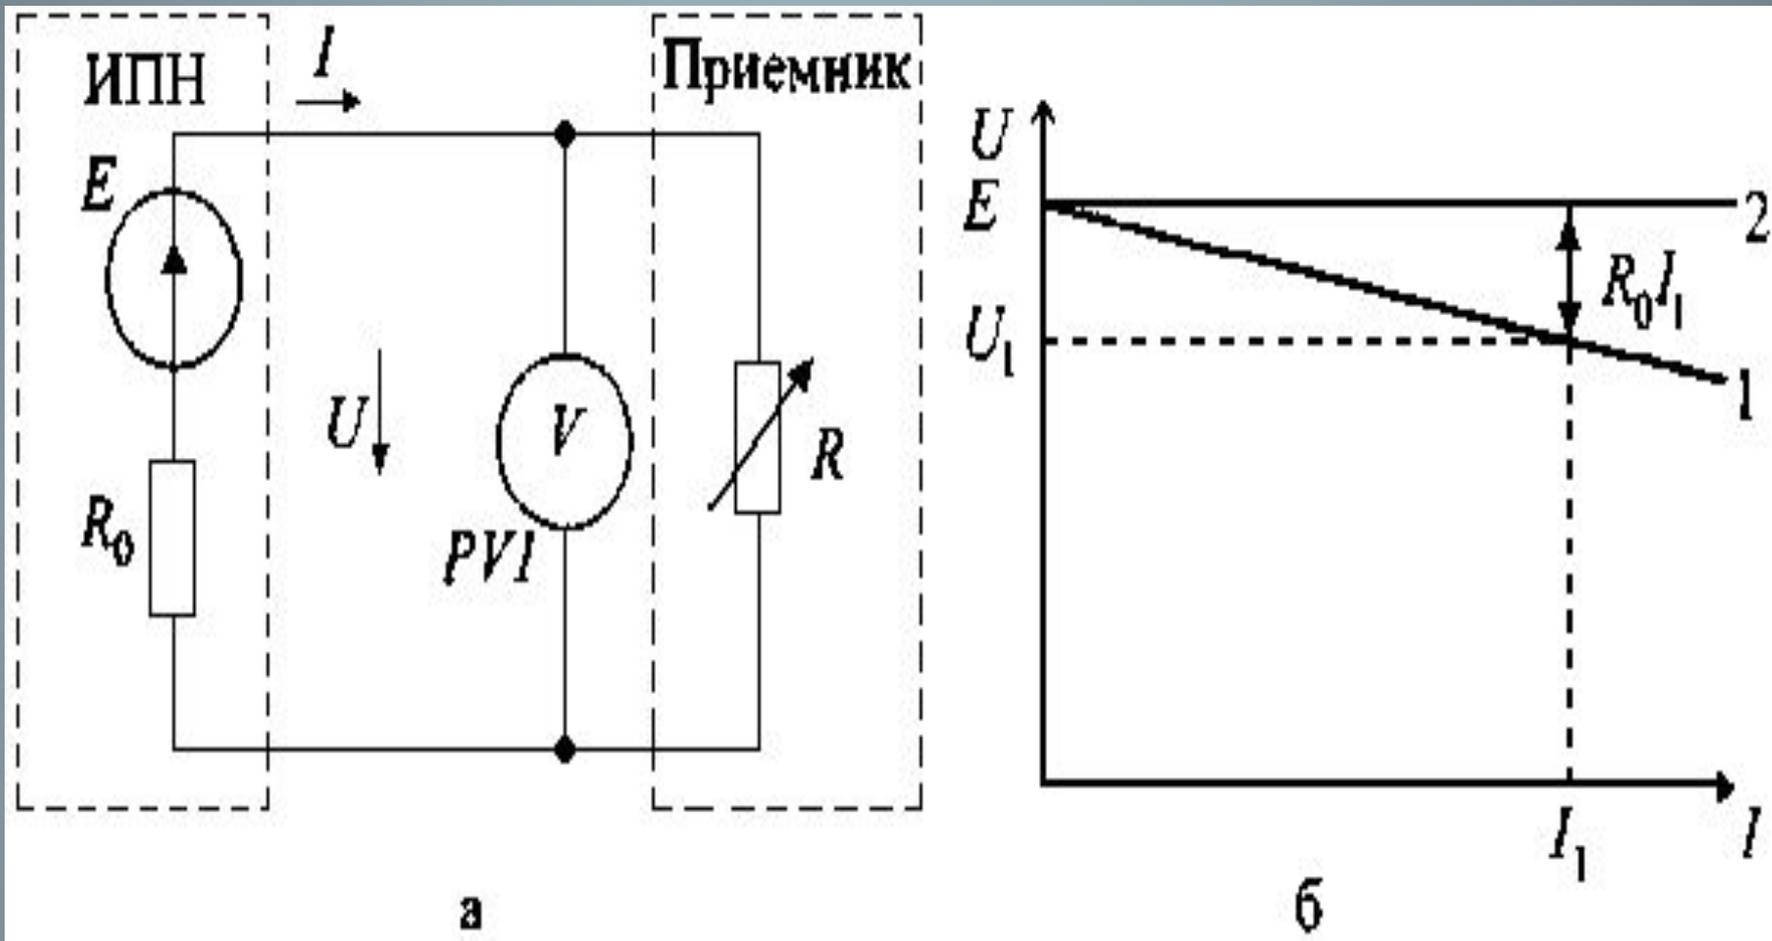

Рис. 1.2. Схема простейшей электрической цепи (а) и ВАХ ИПН (б)
- по известной ВАХ источника (рис. 1.2,б) можно определить его внутреннее сопротивление по формуле:
-ЭДС источника (рис. 1.2,а) можно измерить в режиме холостого хода вольтметром рVI с относительно большим внутренним сопротивлением  $R_v$ , так как при ( $R_v \gg R_0$ ) из (1.7) имеем: